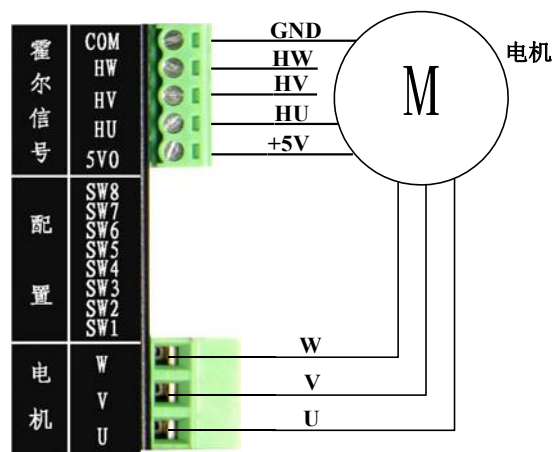

图 3.4 电机接线图
- 1) 断开驱动器电源。将电机的U、V、W三相电源线接到驱动器电机接口的U、V、W，将电机的霍尔传感器电源线正负极(通常正极为红色，负极为黑色，具体参照电机的相关资料)分别接到驱动器霍尔信号接口的 5VO和COM，霍尔传感器的三霍尔位置信号线接到驱动器霍尔接口的HU、HV、HW，如 图 3.4 所示。